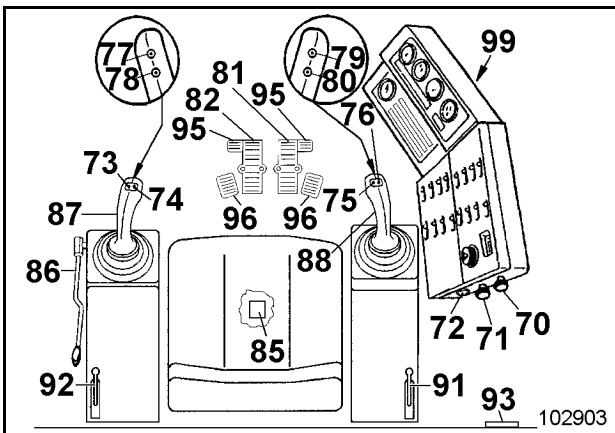

Fig. 2-65
Die hydraulische Pumpenvorsteuerung wird mit dem Taster (85, Fig. 2-65) eingeschaltet.
- ➔ Steuerhebel (87, Fig. 2-65) nach rechts